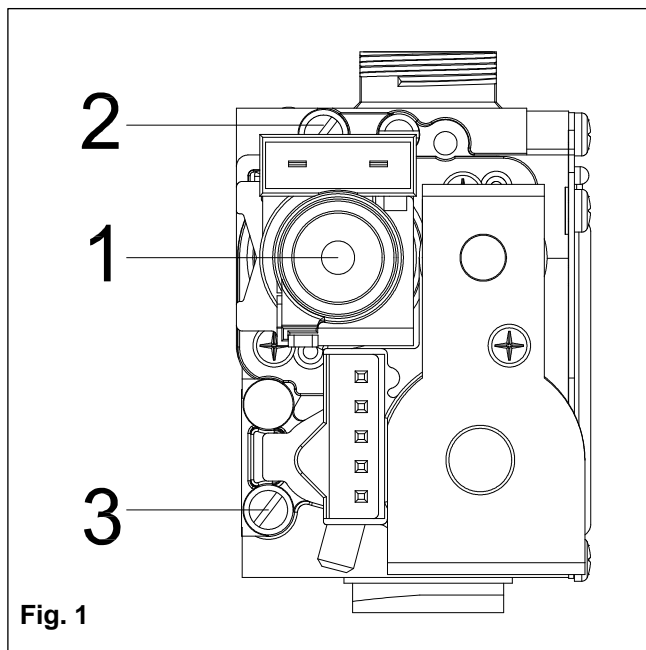

Fig. 1
- allentare le vite e inserire un manometro nella presa di pressione '2' della valvola gas (fig. 1);
- finita l'operazione di regolazione, premere il pulsante , per selezionare la modalità OFF visualizzata con il simbolo , chiudere il rubinetto del gas e togliere il manometro dalla presa di pressione '2' della valvola gas (fig. 1). **Serrare la vite accertandosi che non vi sia perdita di gas.**